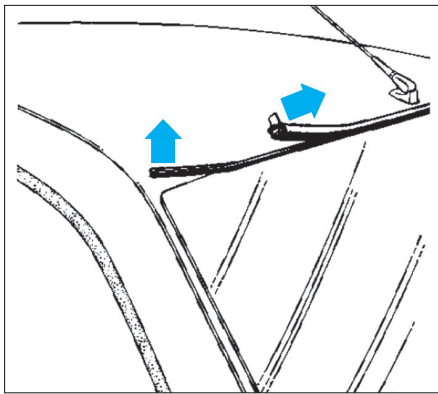

FIG. 3
- le joint supérieur et son support (Fig.3).